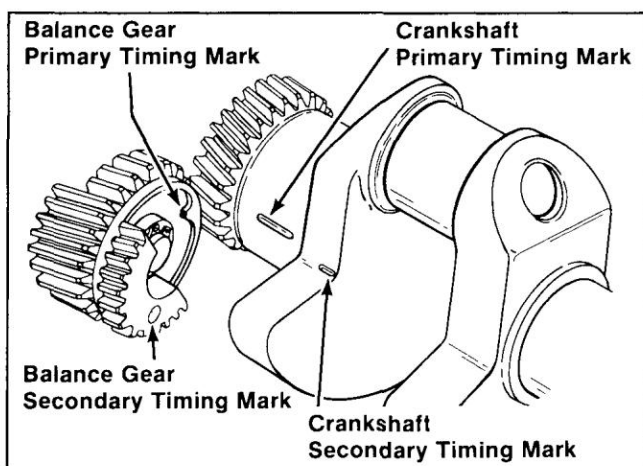

Figure 12-17. Marques de synchronisation sur le balancier et le vilebrequin.
1. Lubrifiez la surface de roulement arrière du vilebrequin. Insérez l'extrémité de prise de force du vilebrequin dans le roulement arrière. Alignez le repère de calage primaire sur le vilebrequin avec le repère de calage primaire sur le pignon d'équilibrage supérieur. Reportez-vous à la Figure 12-17. Enfoncez le vilebrequin dans le roulement arrière jusqu'à ce que le vilebrequin commence tout juste à s'engrener (environ 1/16") avec la bague centrale des dents du balancier.
- Le repère primaire sur le vilebrequin doit s'aligner avec le repère de distribution primaire sur le pignon d'équilibrage supérieur. Reportez-vous à la Figure 12-17.